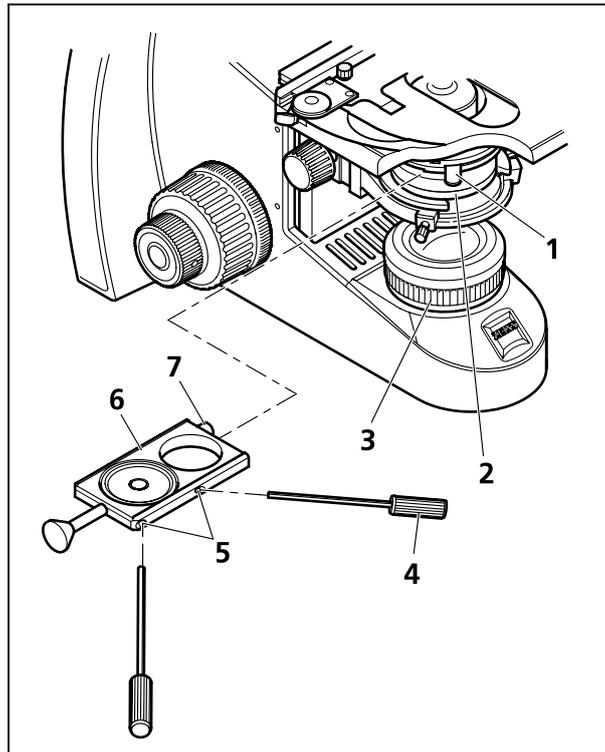
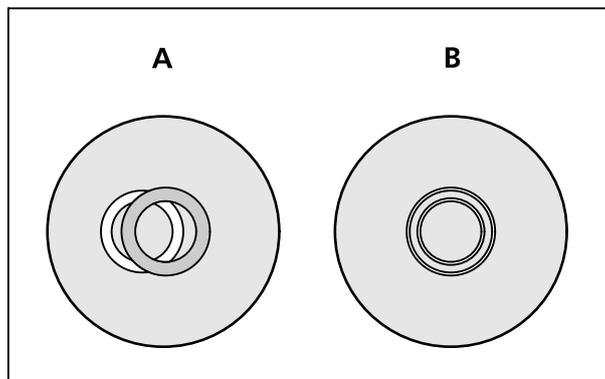

图9 插入插板
图10 对中位相环
- 打开主机上的视场光栏(图 9/3, 如果可调), 并使用调节杆(图 9/1)打开阿贝聚光镜(图 9/2)上的孔径光栏。
- 如果厂方未安装相衬插板(图 9/6), 则先将其螺丝(图 9/7)拧出来。接着把插板从左边插入阿贝聚光镜内, 再将螺丝(图 9/7)拧紧。
- 检查是否位相环中心与图 10 所示相符。为了对中位相环, 取出一个目镜, 放入一个对中望远镜。
- 如果需要, 通过用两个内六角扳手SW 1.5 (图 9/4) 调节插板的两个调节螺丝(图 9/5)以对中位相环(图 10/A), 直到与图中所示一致(图 10/B)。